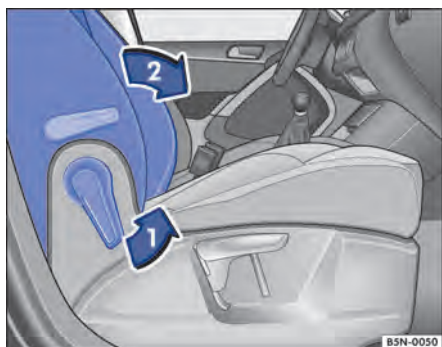

Fig. 72 Rebater o encosto do banco do passageiro dianteiro para frente.
- Destravar o encosto do banco do passageiro dianteiro no sentido da seta → Fig. 72 ①.
- Rebater o encosto do banco do passageiro dianteiro para frente no sentido da seta → Fig. 72 ② para a posição horizontal.
- Para rebater de volta, destravar novamente o encosto do banco do passageiro dianteiro → Fig. 72 ①.